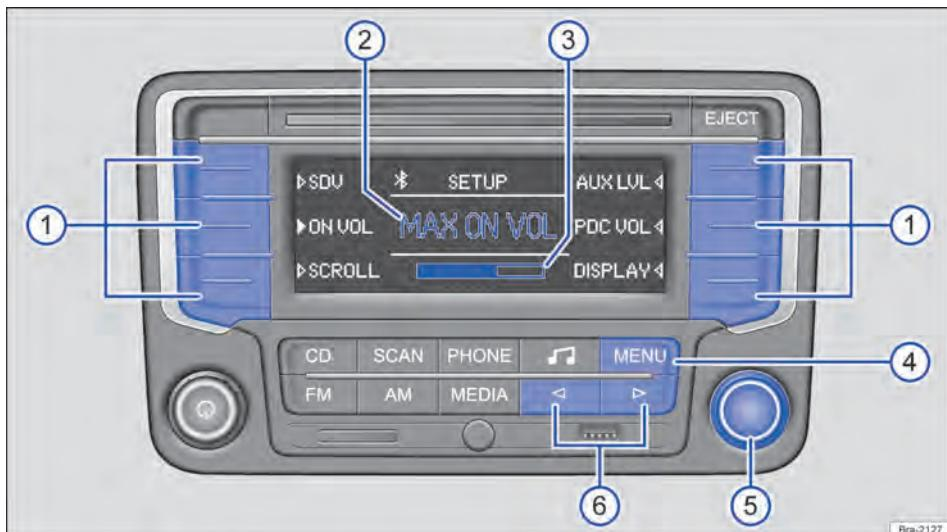

Fig. 142 Menu SETUP: definir o volume inicial.
- Pressionar o botão do aparelho **[MENU]** a partir de qualquer menu → Fig. 142 ④.
- Pressionar os botões de função para abrir o respectivo menu de ajuste → Fig. 142 ①.
- Girar botão de ajuste para alterar o ajuste atual → Fig. 142 ⑤.
- OU: pressionar brevemente o botão do aparelho ④ ou ⑤ para alterar o ajuste atual → Fig. 142 ⑥.
- OU: botão do aparelho é pressionado brevemente **[MENU]** → Fig. 142 ④.
→ Fig. 142 ② e, abaixo disso, a barra de volume → Fig. 142 ③.